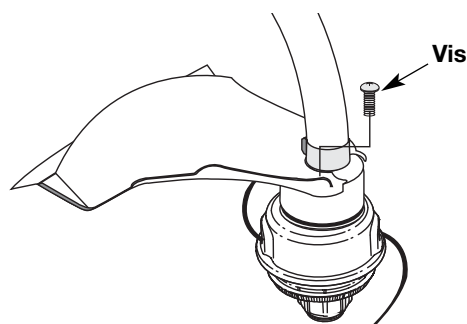

Fig. 5
3. Posez les quatre (4) vis (10-24 x 1/2) à l'aide d'un tournevis à empreinte cruciforme (Fig. 5). Vissez bien.
1. Utilisez le crochet de cordon lorsque vous connectez la rallonge au fil d'alimentation pour éviter toute déconnexion (Fig. 5). Utilisez uniquement des rallonges homologuées pour l'usage à l'extérieur tel que spécifié dans la section *Consignes de sécurité*.